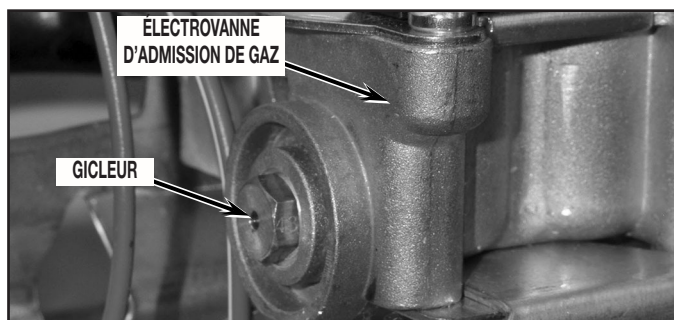

FIGURE 3
3. Démontez le gicleur du brûleur de l'électrovanne d'admission de gaz, et installez à la place le gicleur approprié fourni dans cet ensemble. Le numéro du gicleur est gravé sur un pan de la tête hexagonale du gicleur. Veillez à bien serrer. Voir Figure 3.